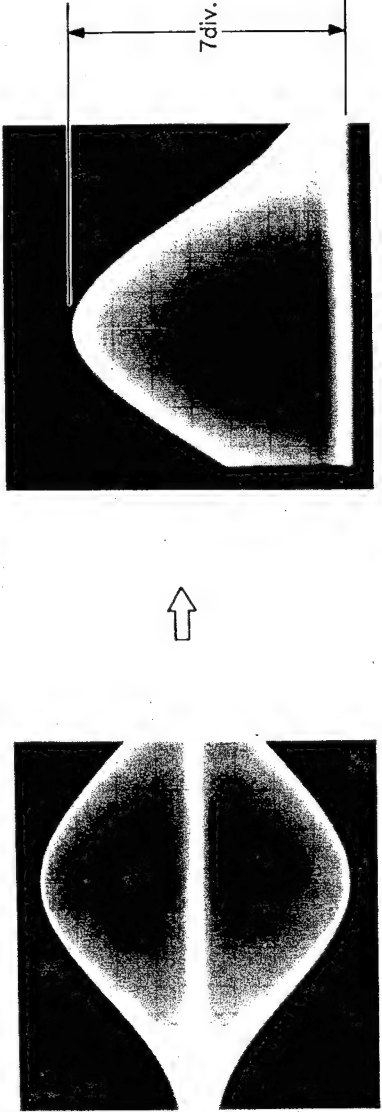

図 8-1
- 3. オシロスコープの V/div を VARIABLE にし、図 8-1 のように、波形上部を 7div. に合わせる。